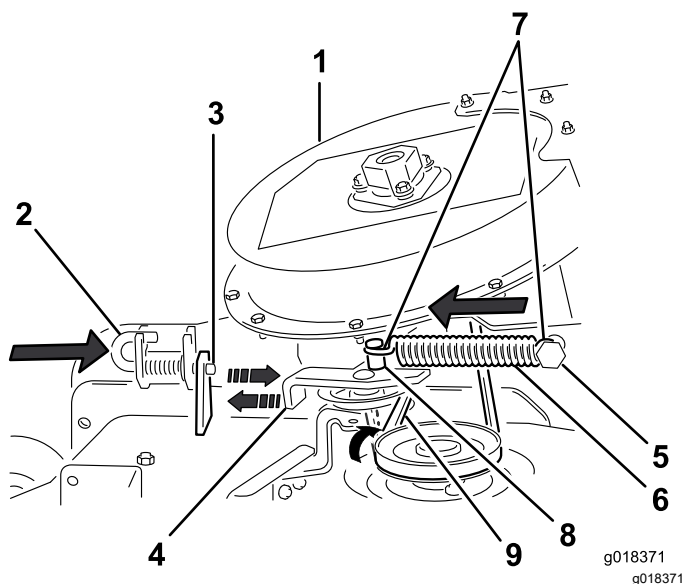

Bild 30
2. Verlegen Sie den Riemen vorübergehend unter der Spannscheibe (Bild 30).
3. Bewegen Sie die Schwenkhalterung der Spannscheibe zur starren Federstrebe und setzen die Feder ein, indem Sie den Federhaken auf der Strebe der Spannscheibenfeder ausfluchten (**Bild 30**).
4. Ziehen Sie die gefederte Spannscheibe von der starren Federstrebe weg und verlegen Sie den Riemen um die Riemenscheibe am Mähwerk (**Bild 30**).